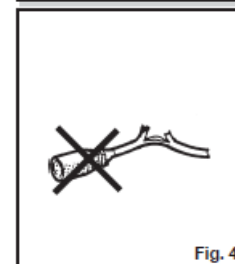

Fig. 4
- Nu utilizați niciodată aparatul dacă este deteriorat sau dacă cablurile de alimentare nu sunt în stare perfectă (Fig. 4).